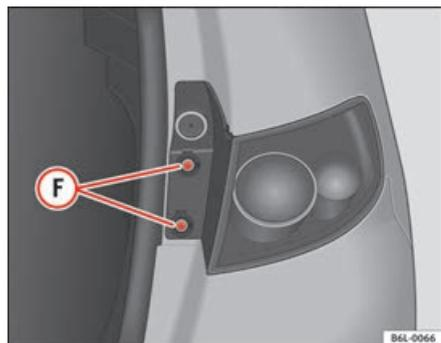

Fig. 166 Feux arrière dans la carrosserie
- Dévisser les vis **F** ⇒ fig. 166 avec la partie plate du tournevis.